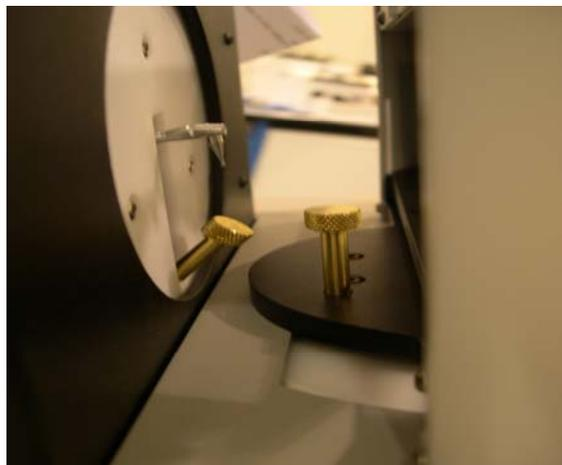

Figura 1.4: Tornillos de sujeción de envío.
1. El trazador se envía con dos tornillos de presión moleteados de bronce que evitan que el mecanismo se mueva durante su traslado. El mecanismo de trazado queda fijo mediante un tornillo ubicado en la parte inferior de la ranura de la placa theta circular, mientras que el sujetador de la montura posee uno en el extremo izquierdo del montaje del sujetador de montura inferior. Ambos tornillos, presentes en la Figura 1.4, se deben quitar y guardar en el cajón de accesorios. A continuación, coloque la mesa de trazado a un lado y retire el plástico de protección transparente que recubre la punta del estilo. Para ello, sujételo y tire de él con cuidado.